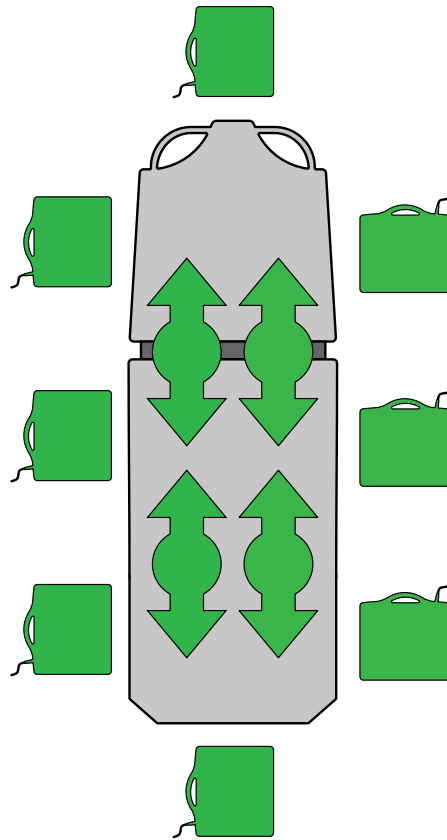

**Abbildung 21 – Einlegen oder Herausnehmen von Röntgenkassetten**
1. Den Patienten mithilfe der Positionsanzeigetafeln an allen Seiten des Produkts (siehe ) mittig auf dem Produkt positionieren (Abbildung 21).